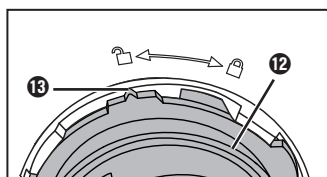

Fig. 5
- 6) Rotiți suportul 12 în sens antiorar până când marcajul 13 de pe suport 12 este orientat spre simbolul de pe recipientul pentru aluat 15 (fig. 5). Îndepărtați suportul 12 împreună cu melcul 10.